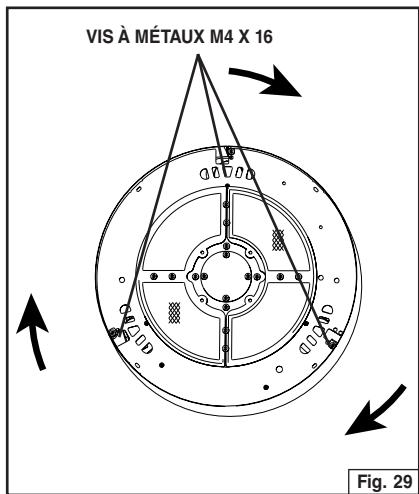

Fig. 29
2. Tournez le déflecteur décoratif pour que les trous du déflecteur correspondent à ceux de la collarette. Fixez le déflecteur avec (3) vis à métaux M4 x 16. Fig. 29. Retirez le revêtement protecteur. Répétez pour le deuxième déflecteur.